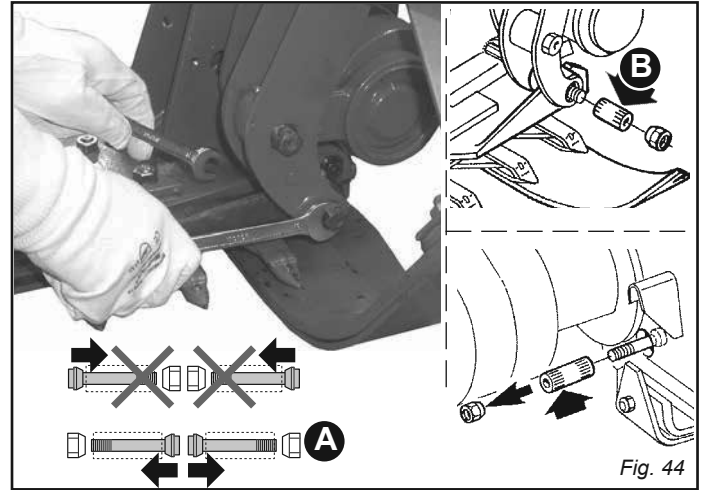
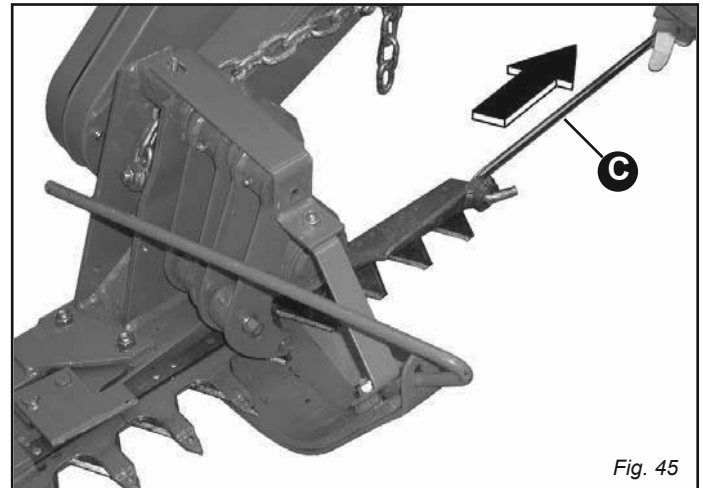

Fig. 44
Fig. 45
- Quite el perno de expansión (B, Fig. 44) y extraiga la barra portasecciones (Fig. 45) con el tirante de enganche (C, Fig. 45).
- Quite el perno de expansión (B, Fig. 44) y extraiga la barra portasecciones (Fig. 45).
- Quite el perno de expansión (B, Fig. 44) y extraiga la varilla portadientes (Fig. 45).